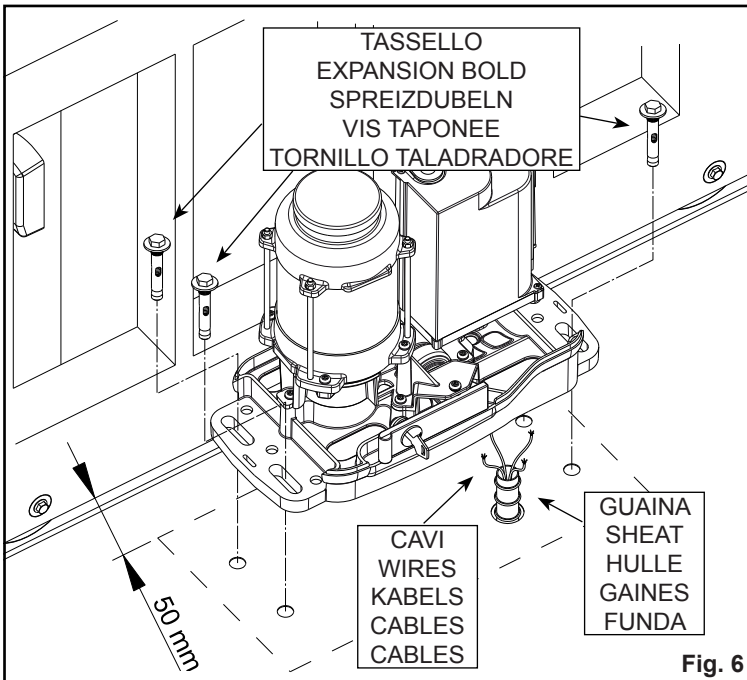
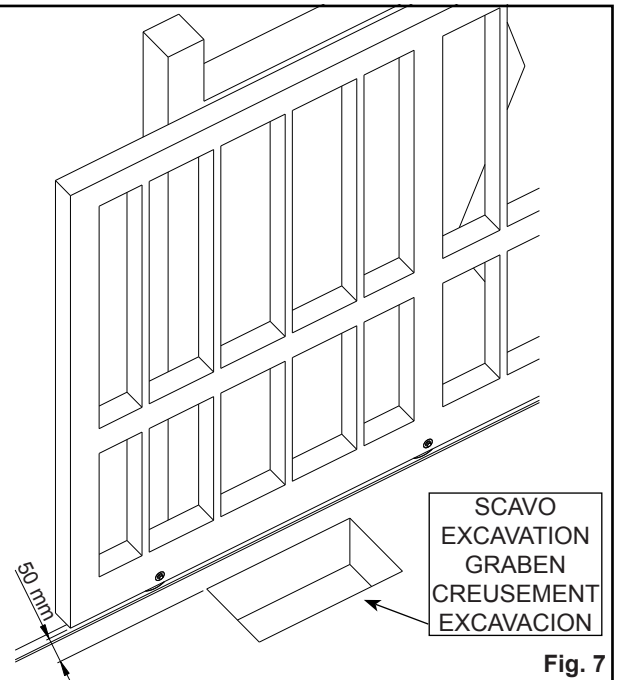
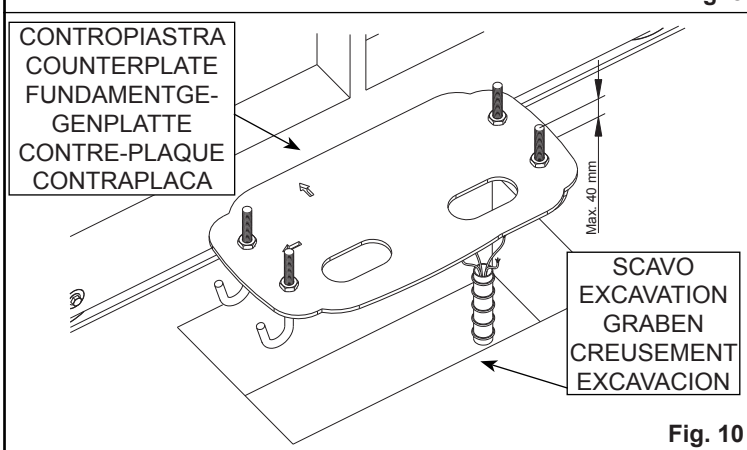
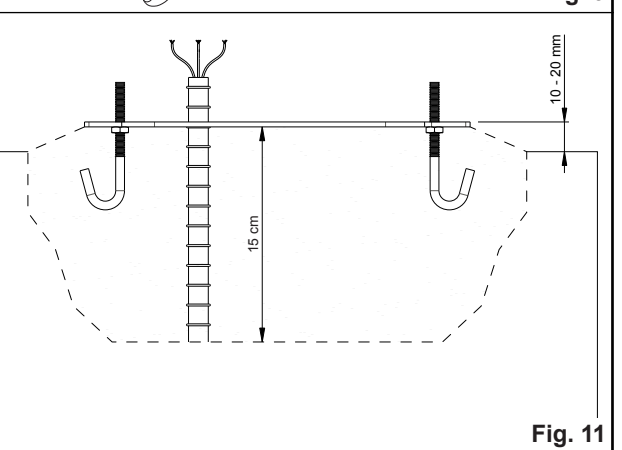

Fig. 6
Fig. 7
Fig. 10
Fig. 11
Um den Getriebemotor korrekt zu installieren, müssen die in den Abb. 6 und 7 angegebenen Maße für die Ausgrabung und die Position sowie jene in Abb. 11 für die Position der Gegenplatte eingehalten werden.
Eine Position wie im gestrichelten Teil auf Abb. 6 gezeigt wählen, falls die Befestigung direkt auf einem Betonboden erfolgt, oder wie auf Abb. 7 gezeigt, wenn eine Ausgrabung vorzunehmen ist.
**BITTE BEMERKEN:** Das Gewinde zur Befestigung des Getriebemotors max. 40 mm herausragen lassen (Abb. 10). Die Spreizbeine in Beton versenken; die Gegenplatte muss vollkommen eben in 1 oder 2 cm (Abb. 11) ab Bodenhöhe und in einer Entfernung von ca. 50 mm ab dem Tor sein (Abb. 7).